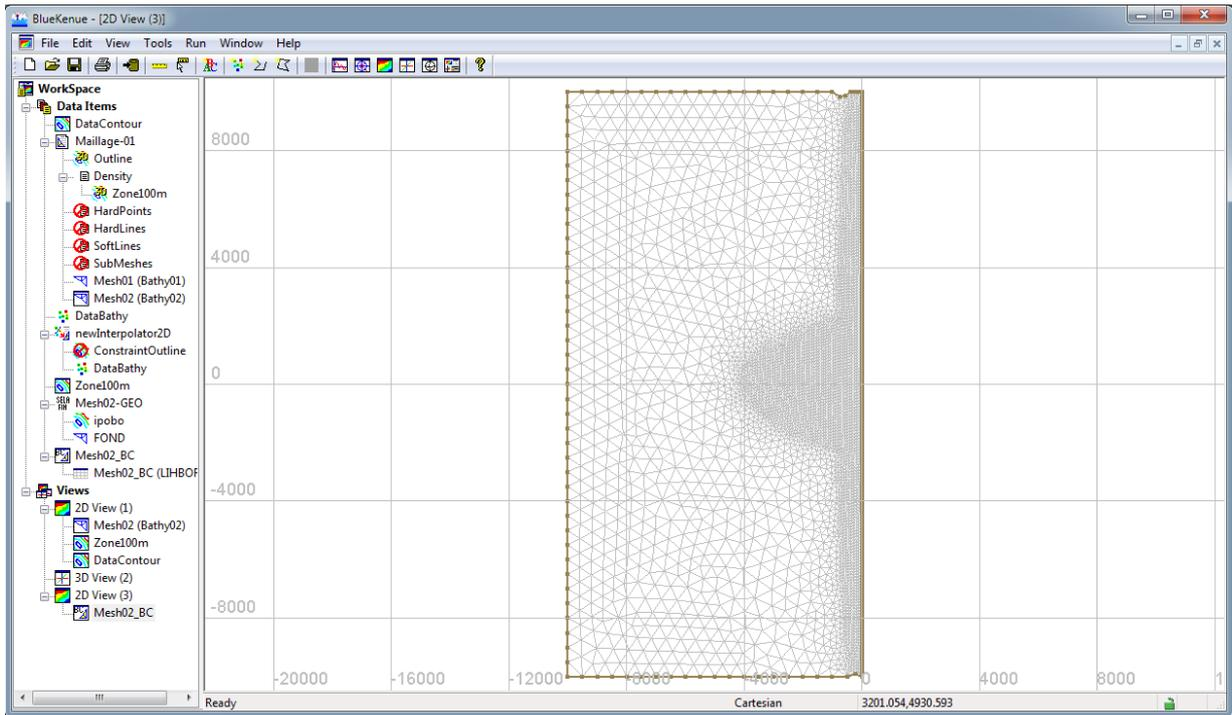

FIGURE 1.12 – Visualisation des conditions limites initiales (Closed boundary, 222, sur tout le tour)
- Sélectionnez l'objet *Mesh02\_BC* et faites le glisser dans une vue 2D. Le maillage apparaît en gris et le contour en marron. (Fig.1.12)